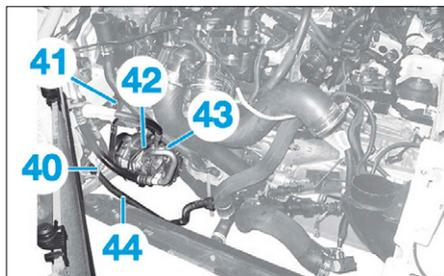

FIG. 110
- Écarter et brider le condenseur (40) (Fig.110).
- Déposer la courroie d'entraînement des accessoires (41) (voir opération concernée).
- Déconnecter et écarter le faisceau électrique (42).
- Déposer, écarter et brider le compresseur de réfrigération (43) sans ouvrir le circuit de fluide réfrigérant.
- Désaccoupler la durit (44) du circuit de refroidissement.